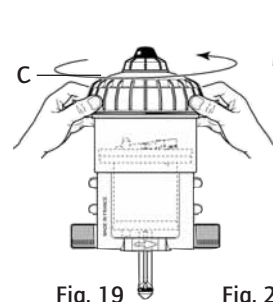

Fig. 19
- Desenroscar la campana manualmente (Fig. 19-C) y retirarla.